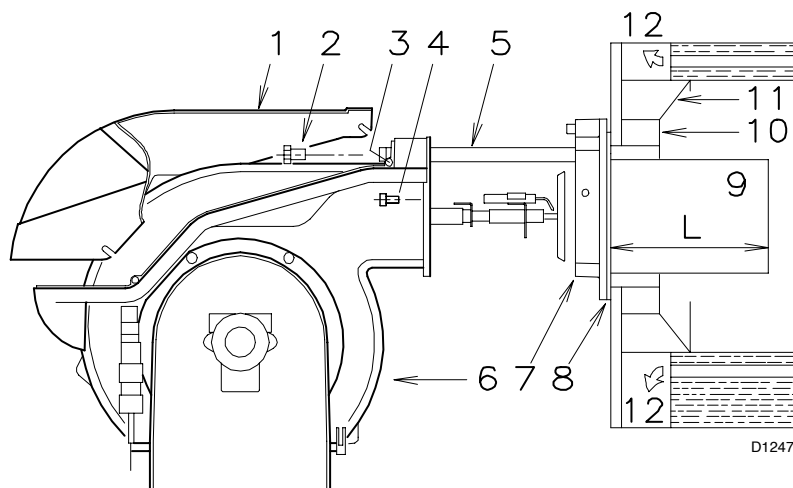

Fig. 7
La protezione deve consentire al bocaglio di essere estratto. Per le caldaie con il frontale raffreddato ad acqua non è necessario il rivestimento refrattario (10)-11) (Fig. 7), se non vi è espressa richiesta del costruttore della caldaia.
- Allentare le 4 viti (3) e togliere il cofano (1).
- Togliere le viti (2) dalle due guide (5).
- Togliere le 2 viti (4) che fissano il bruciatore (6) alla flangia (7).
- Sfilare il bocaglio (9) completo di flangia (7) e guide (5).
Fissare la flangia (7) (Fig. 7) alla piastra della caldaia interponendo la guarnizione (8) (Fig. 7) data a corredo. Utilizzare le 4 viti pure date a corredo dopo averne protetto la filettatura con prodotti antigrippanti.
- Aprire il bruciatore sulle guide come in (Fig. 7 pag. 9).